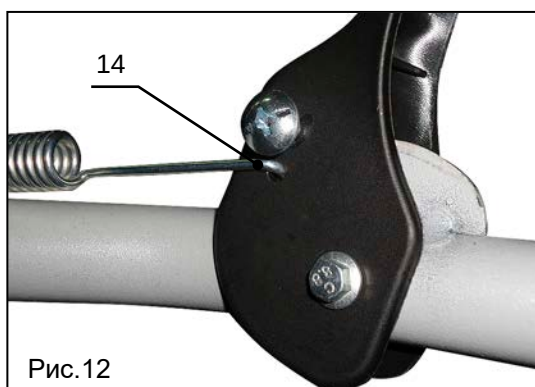
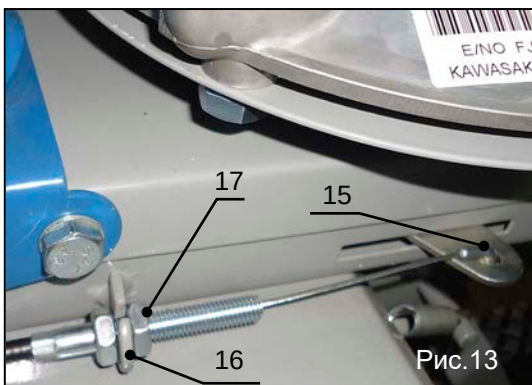

Рис.12
Рис.13
1. Предварительно отсоедините трос привода фрез от рычага управления (поз.14, рис.12). Вставьте трос привода в кронштейн натяжения ремня (поз.15, рис.13). Рубашку троса закрепите при помощи двух
- гаек в фиксаторе (поз.16, рис.13). Обратно подсоедините трос привода к рычагу управления.